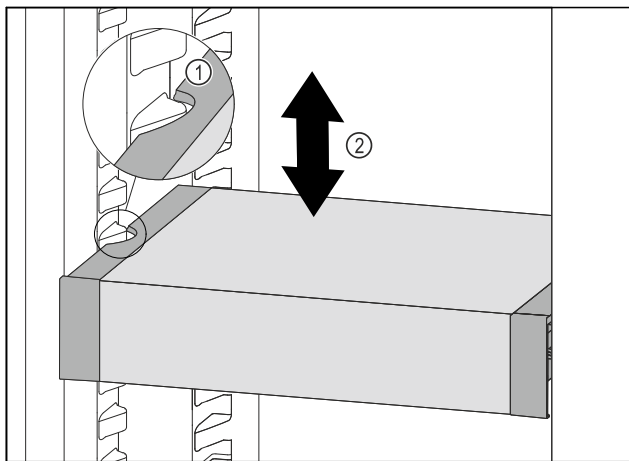

Fig. 110
- Predal VarioSafe povlecite v smeri naprej, dokler nista stranska izreza predala VarioSafe na višini nastavka za posodo v hladilniku. Fig. 110 (1)
- Predal VarioSafe premikajte v hladilniku gor ali dol, dokler ne dosežete želene višini. Fig. 110 (2)